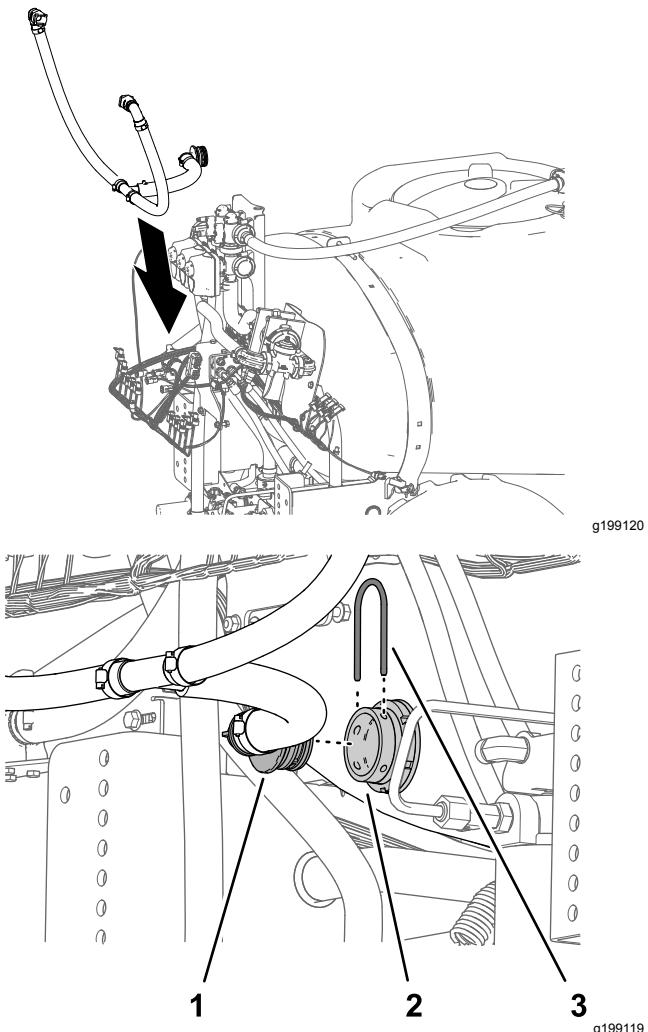

Рисунок 92
- Совместите узел перепускного шланга с баком опрыскивателя (Рисунок 92).